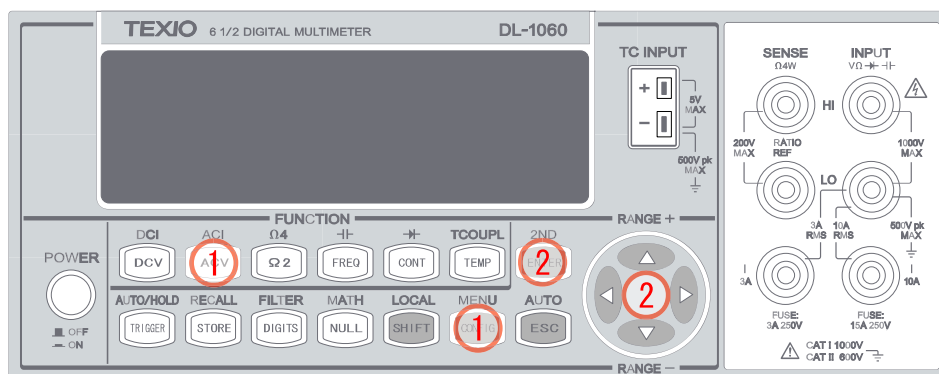

図 3-2
- ① ACV ボタンを押し、次に CONFIG ボタンを押します。
- ② ◀▶ ボタンで、"BAND WIDTH"を選択し ENTER を押します。3Hz、20Hz、200Hz の中から選択し ENTER を押します。これらの操作は図 3-2 に示します。